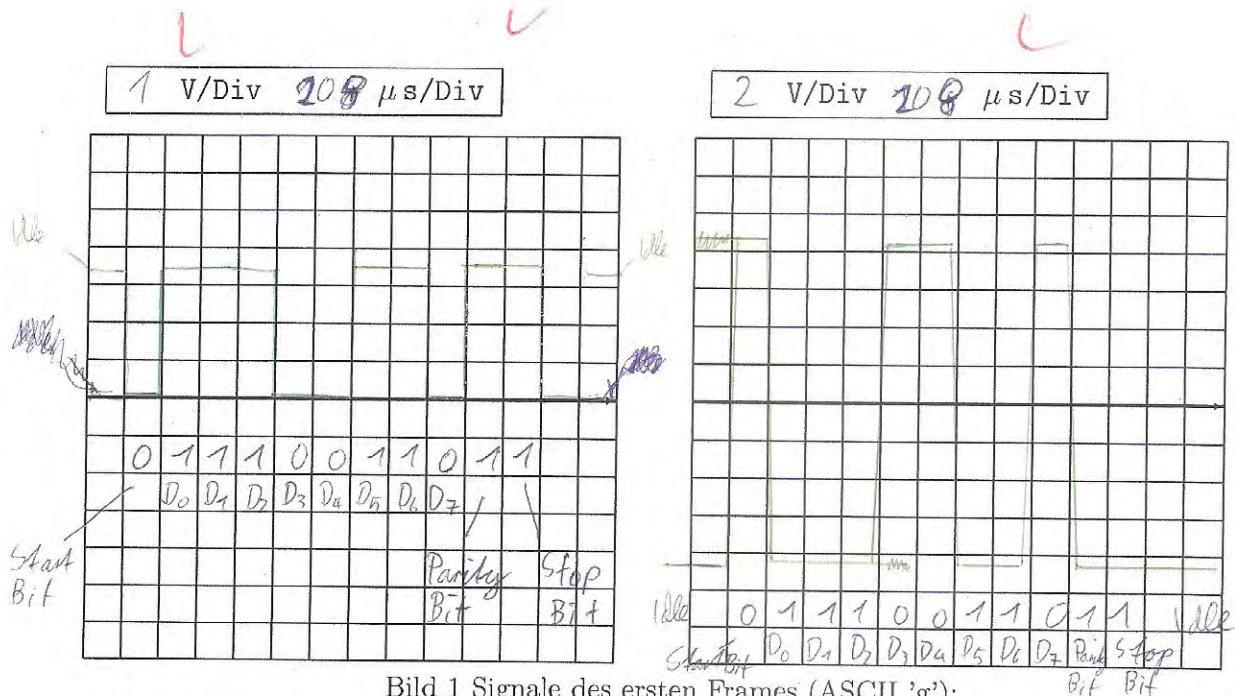

Bild 1 Signale des ersten Frames (ASCII 'g'):
- a) Zeichnen Sie in Bild 1 und 2 die entsprechenden Signale am Ausgangs-Pin des Controllers und auf der Leitung der RS232-Verbindung.